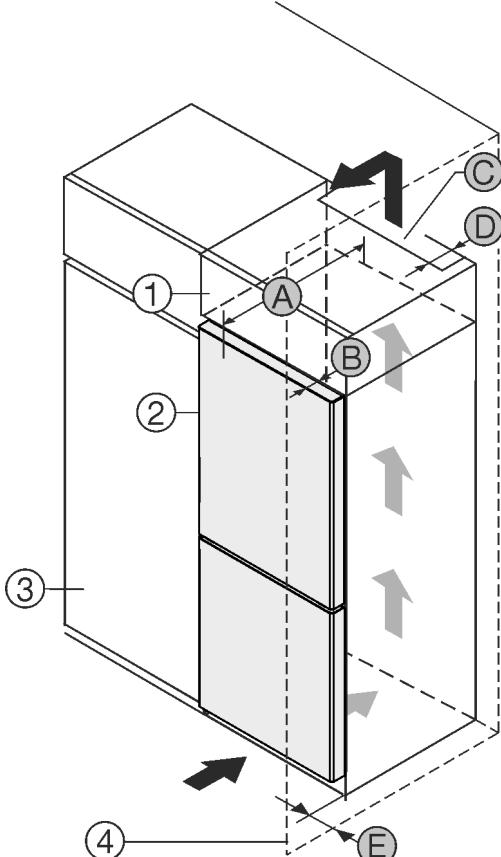

Fig. 1
Sie können das Gerät direkt neben dem Küchenschrank Fig. 1 (3) aufstellen.*
An der Rückseite des Aufsatzschrankes muss ein Abluftschacht mit der Tiefe Fig. 1 (D) über die gesamte Aufsatzschrankbreite vorhanden sein.*
Unter der Raumdecke muss der Entlüftungsquerschnitt Fig. 1 (C) eingehalten werden.*
Wenn Sie das Gerät mit den Scharnieren neben einer Wand Fig. 1 (4) aufstellen, dann muss der Abstand zwischen Gerät und Wand mindestens 13 mm betragen.*
Wenn Sie das Gerät mit den Scharnieren neben einer Wand Fig. 1 (4) aufstellen, dann muss der Abstand zwischen Gerät und Wand mindestens 20 mm betragen.*
Damit Sie die Tür vollständig öffnen können, muss das Gerät um die Türtiefe Fig. 1 (B) gegenüber der Küchenschrankfront vorstehen. Abhängig von der Tiefe der Küchenschränke Fig. 1 (3) und Verwendung von Wandabstandshaltern kann das Gerät weiter herausragen.*